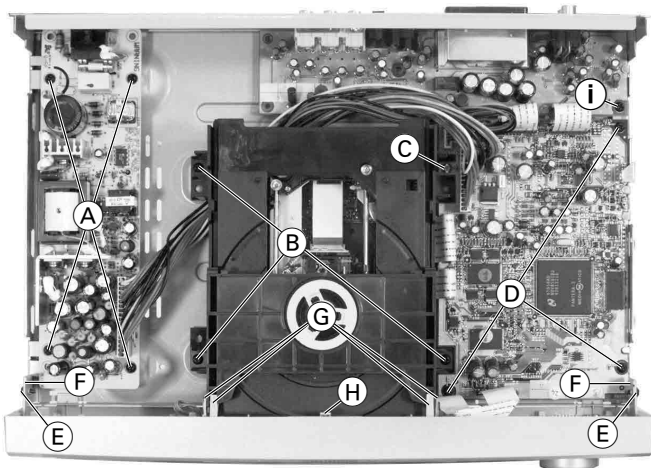
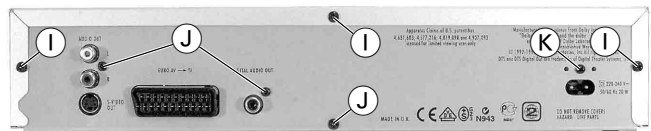
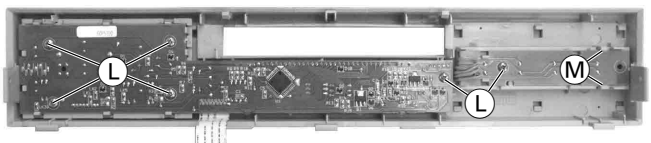

Fig. 1
Fig. 2
Fig. 4
- 3 Schrauben ① (Fig. 2) herausdrehen.
- Gehäuseoberteil über der Rastnase ④ (Fig. 1) aufsetzen.
- 2 Schrauben ⑥ (Fig. 1) herausdrehen.
- 6 Rastnasen ⑦ / ⑧ lösen und Frontblende abnehmen.
- 6 Schrauben ⑨ (Fig. 4) herausdrehen.
- Rastnasen ⑩ (Fig. 4) lösen.
- Schrauben ⑪ (Fig. 2 / 3) und Schraube ⑫ herausdrehen.
- Schraube ⑬ (Fig. 1) herausdrehen.
- 4 Schrauben ⑭ (Fig. 1) und Schraube ⑮ (Fig. 2) herausdrehen.
- 3 Schrauben ⑯ (Fig. 1) und Schraube ⑰ herausdrehen.
- Undo the 3 screws ① (Fig. 2).
- Place the upper part of the cabinet on the locking lug ④ (Fig. 1).
- Undo the 2 screws ⑥ (Fig. 1).
- Undo the 6 locking lugs ⑦ / ⑧ then remove the front trim.
- Undo the 6 screws ⑨ (Fig. 4).
- Undo the locking lugs ⑩ (Fig. 4).
- Undo the screws ⑪ (Fig. 2 / 3) and screw ⑫.
- Undo the screw ⑬ (Fig. 1).
- Undo the 4 screws ⑭ (Fig. 1) and the screw ⑮ (Fig. 2).
- Undo the 3 screws ⑯ (Fig. 1) and the screw ⑰ (Fig. 1).
- 3 Schrauben (B) (Fig. 1) und Schraube (C) (Fig. 1) herausdrehen.
- 2 Schrauben (E) (Fig. 1) herausdrehen.
- 2 Rastnasen (F) (Fig. 1) lösen, Blende mit Laufwerk herausnehmen und mit der Unterseite nach oben ablegen.
- Undo the 3 screws (B) (Fig. 1) and the screw (C) (Fig. 1).
- Undo the 2 screws (E) (Fig. 1).
- Undo the 2 locking lugs (F) (Fig. 1), remove the trim together with the drive mechanism and lay it down with the bottom up.